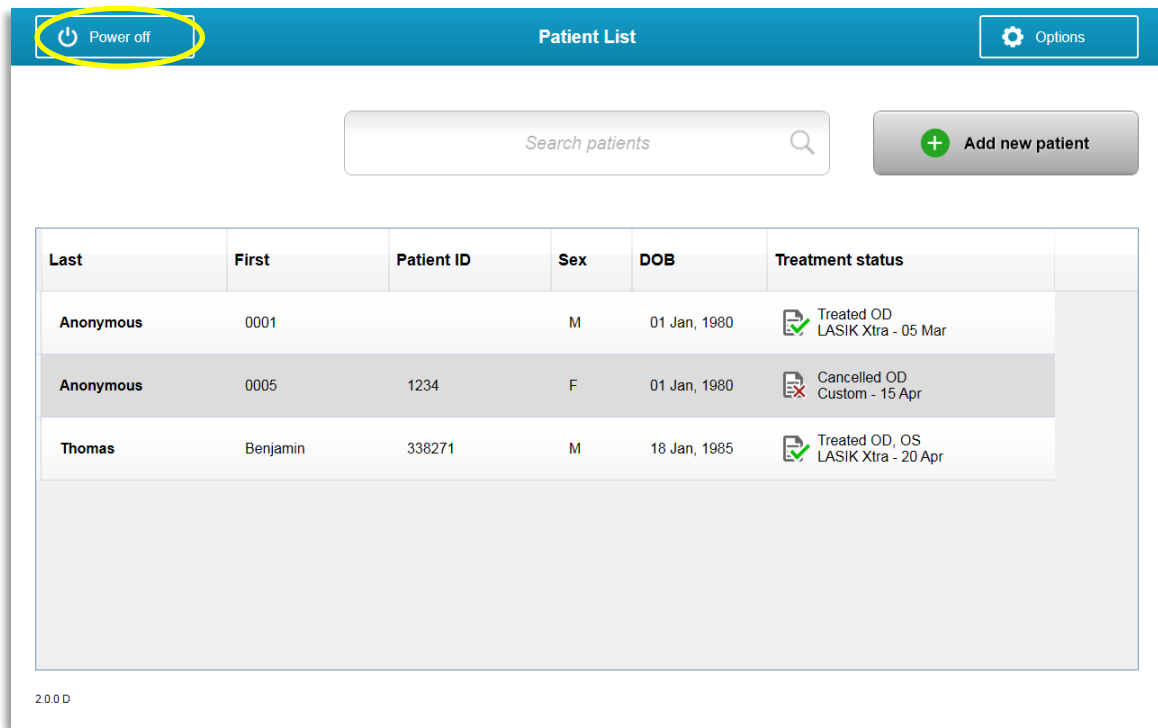

Figure 3-47. Sélectionner « Power Off » (Mise hors tension)
- Sélectionnez « Power Off » (Arrêt) dans l'écran d'accueil Patient List (Liste des patients), comme illustré à la figure 3-47.